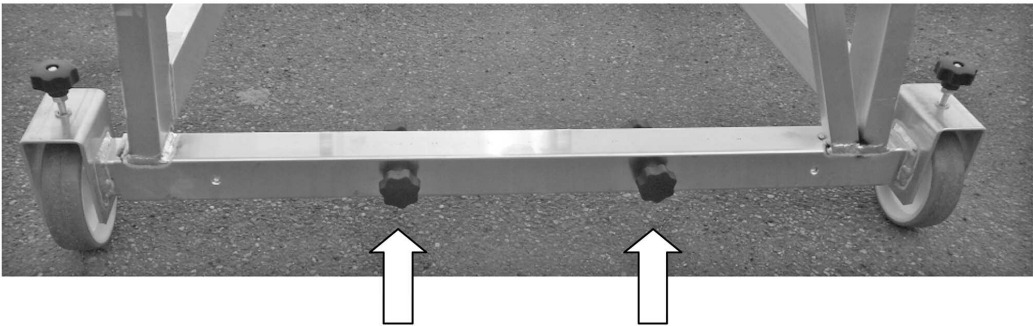
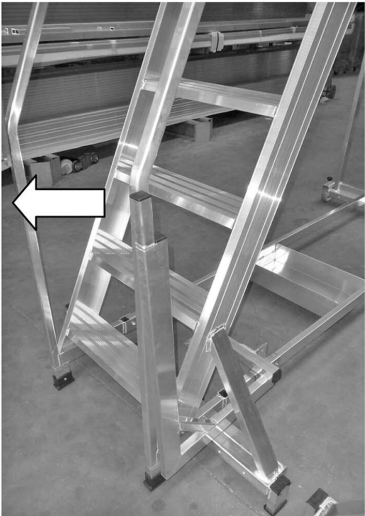

Figura 05
Figura 06
- Nella versione con **SISTEMA DI MOVIMENTAZIONE A LEVA** tirare a sè la maniglia del leverismo (vedere figura 05) e bloccare la maniglia ruotando l'apposito braccetto (vedere figura 06) - **È ASSOLUTAMENTE VIETATO ACCEDERE AI GRADINI CON LA RUOTA DEL MECCANISMO POSIZIONATA A TERRA.**